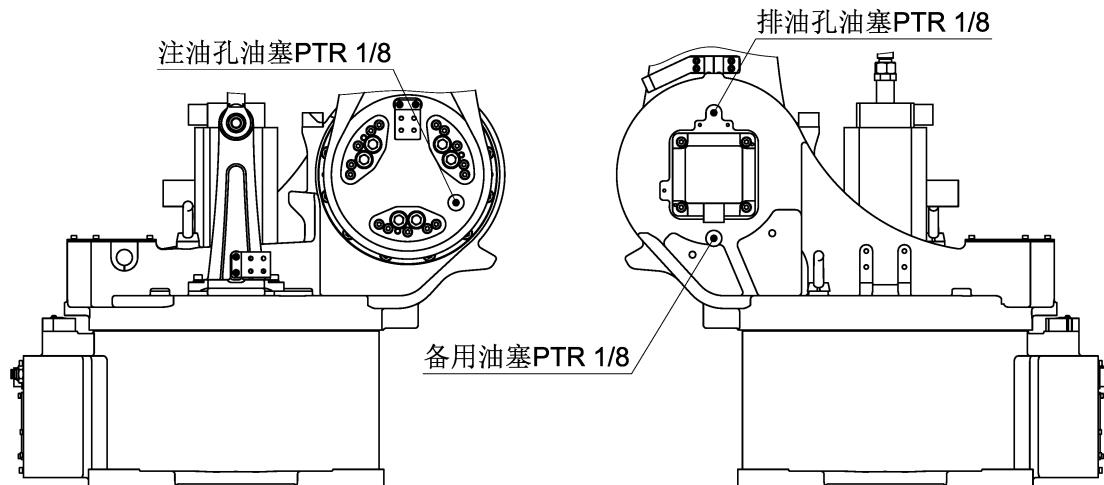

图 17 J2 轴局部结构
#### (1) 油脂补充步骤 (参考图 17)
- ④ 安装排油孔油塞前，低速运转 J2 轴几分钟，使多余的油脂从排油孔排出；
- ⑤ 用布擦净从排油孔排出的多余的油脂，在排油孔安装油塞。油塞的螺纹处应缠生胶带并用扳手拧紧。
## (2) 油脂更换步骤（参考图 17）